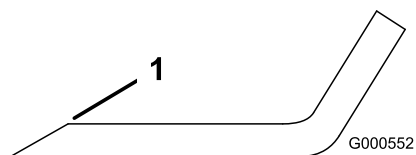

Figure 77
Remarque: Si la lame est déséquilibrée, limez un peu l'extrémité de l'aillette seulement (Figure 77).
1. Au moyen d'une lime, aiguissez les tranchants à chaque bout de la lame (Figure 77).